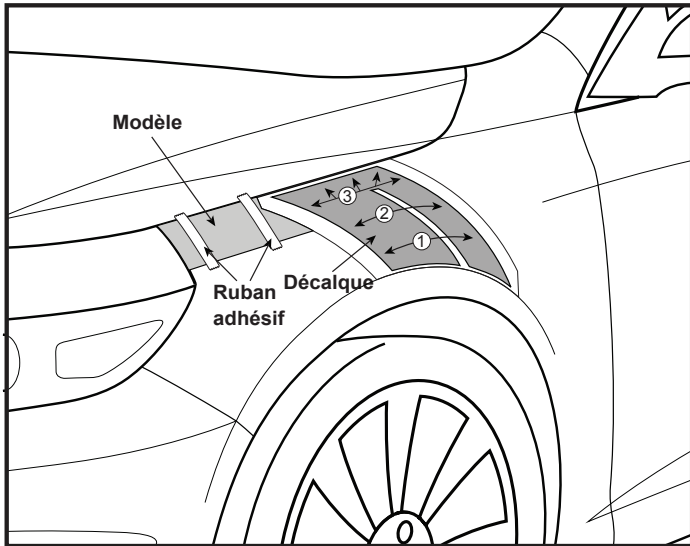

Figure 1
8. À l'aide d'une raclette en plastique, coller le décalque en place tout en exerçant fermement des mouvements chevauchants (voir la figure 1 ci-dessous).